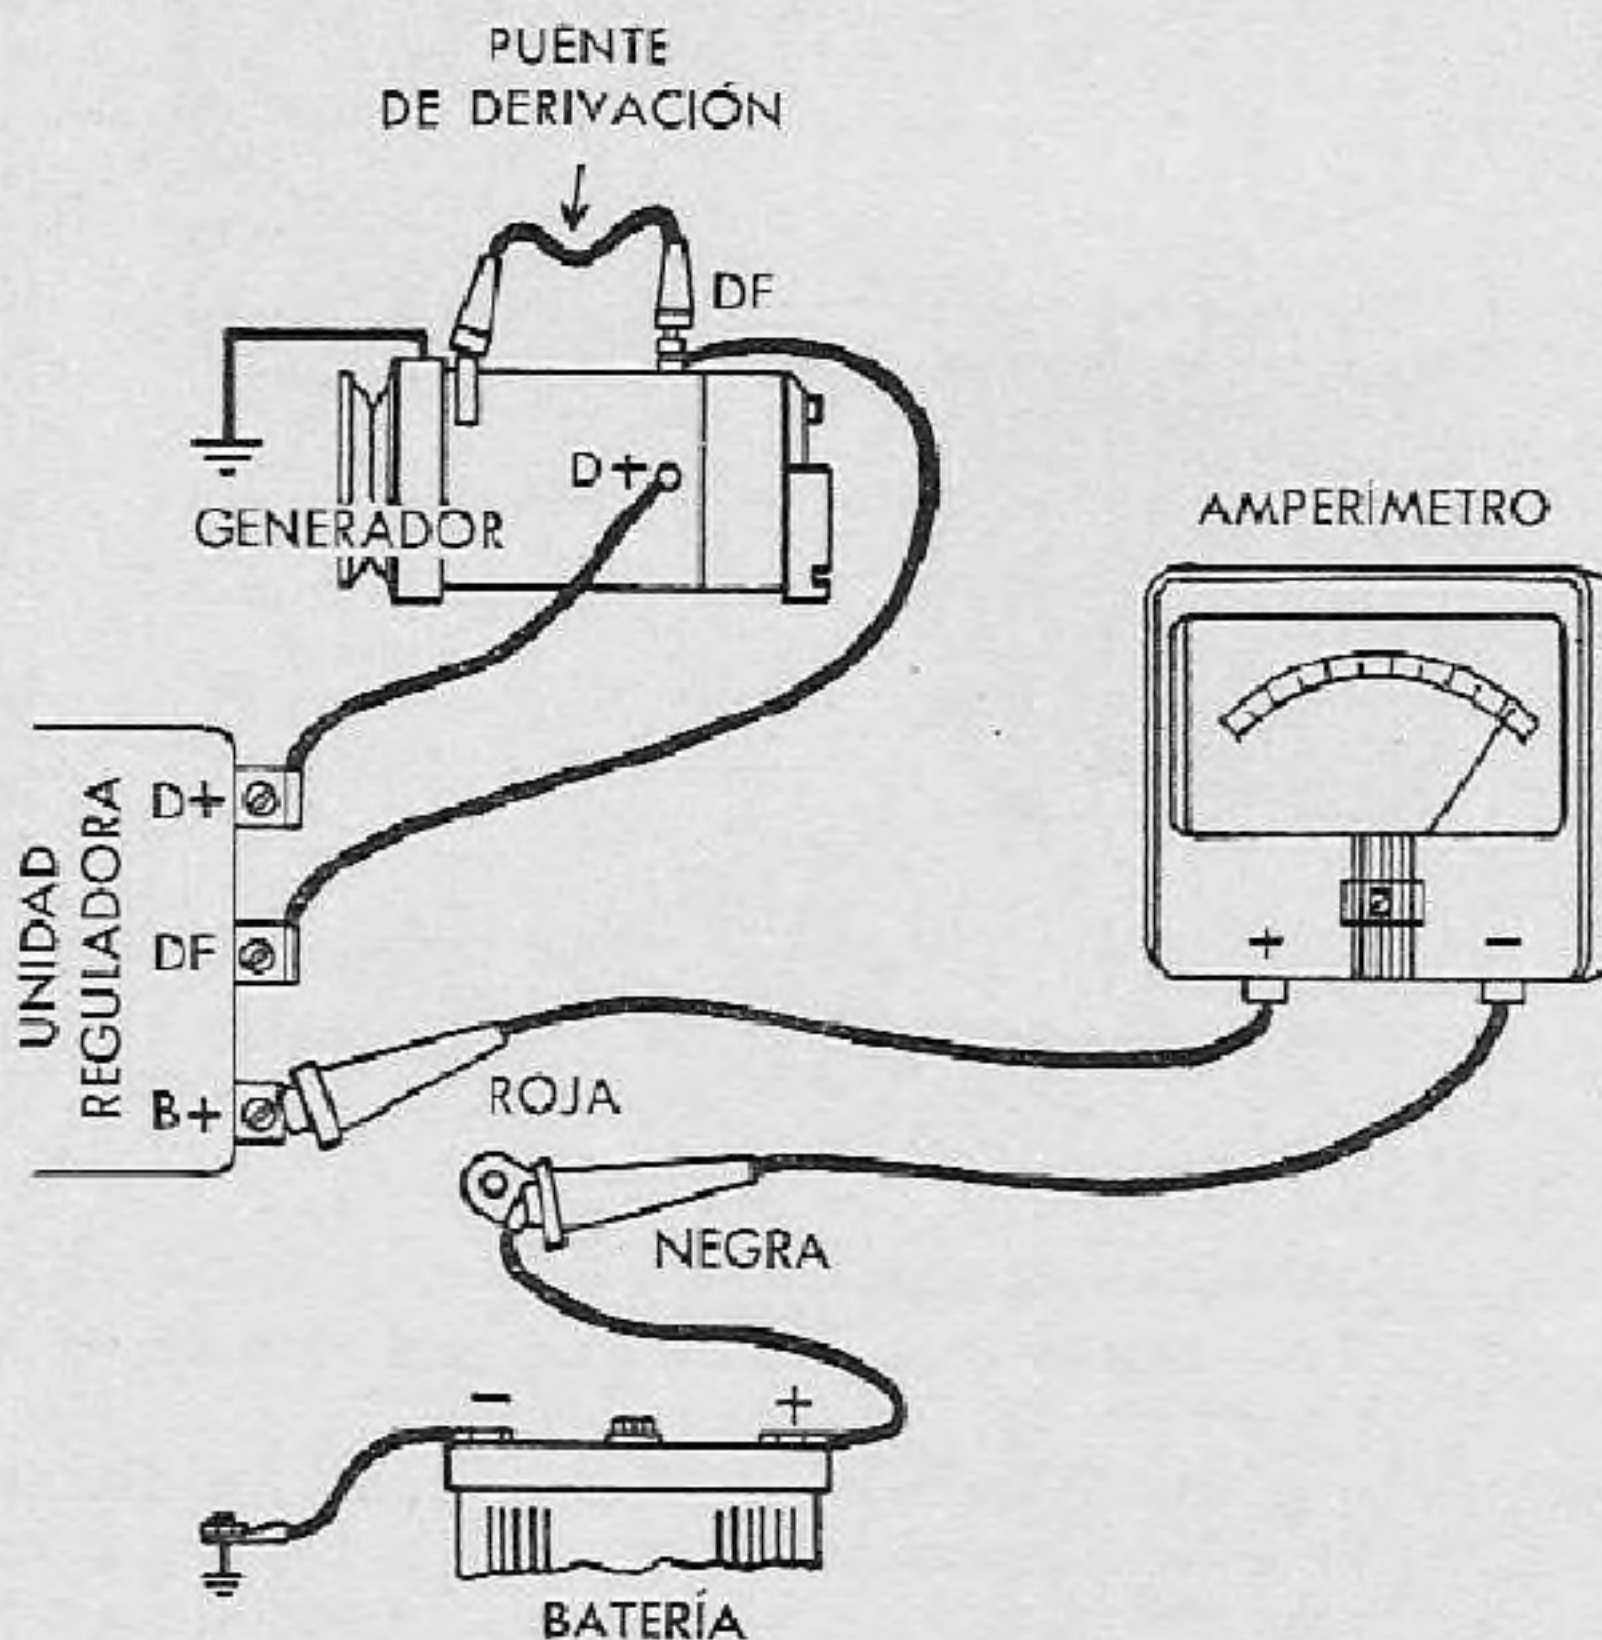

Fig. 156. — Verificación del generador sin desmontarlo del vehículo.
2. Conectar las pinzas del amperímetro: la roja (+) al borne B+ de la unidad reguladora, y la negra (—) al cable que se desconectó del borne (fig. 156).